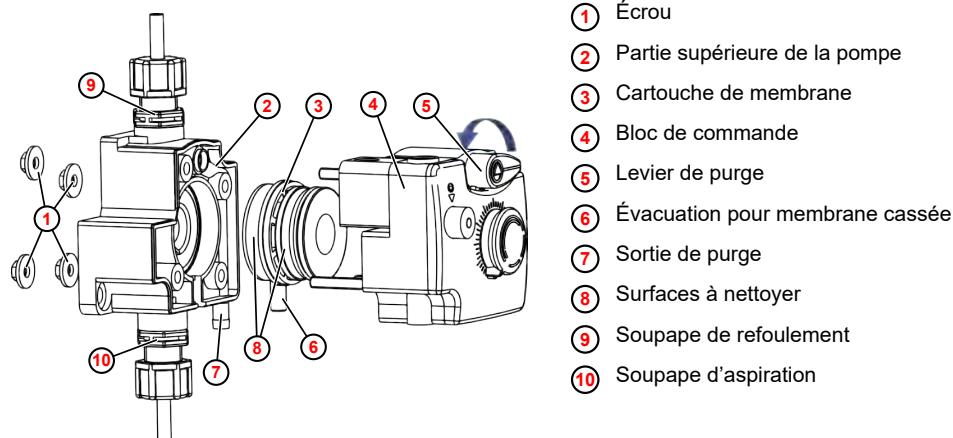

Fig. 20 : Remplacement de la partie supérieure de la pompe
Si, bien que le levier de purge (Fig. 20, ⑤) soit fermé, le produit à doser s'échappe par la sortie de purge (Fig. 20, ⑦), il est impératif d'ajuster le levier de purge.